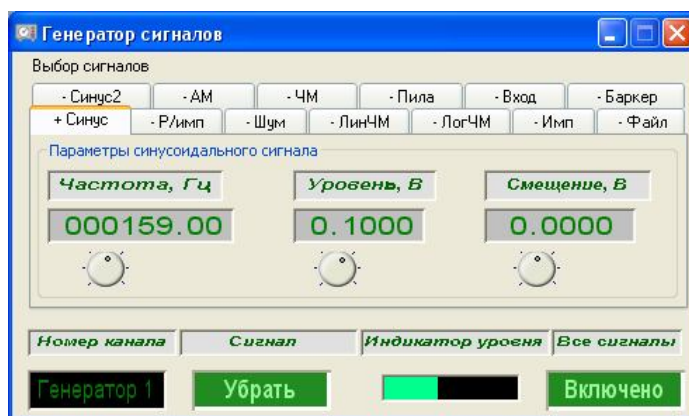

Рисунок 7.1
5. Запускают программу «Генератор сигналов» из меню «Генераторы» панели **ZETLAB**, выбирают вкладку «Синус», устанавливают частоту 159 Гц, амплитуду 0,1 В, смещение 0 В, и последовательно нажимают на кнопки «Добавить» и «Включить» (Рисунок 7.1).